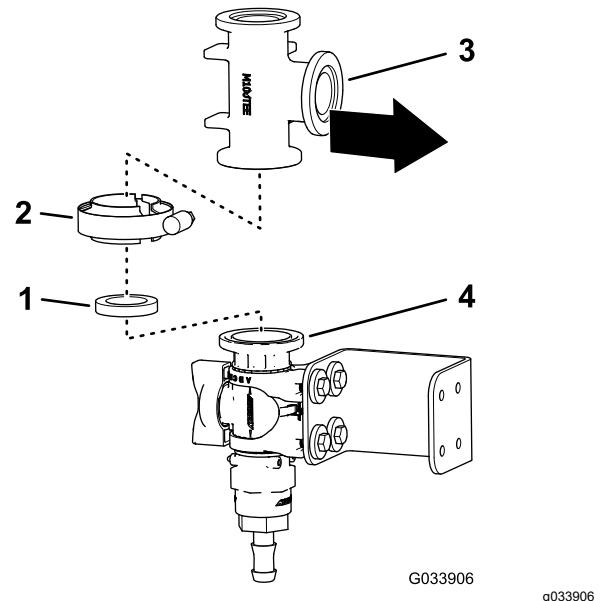

図 29
4. 図 29 のように、T字フィッティングのフランジを、制御バルブのフランジに合わせる。
5. ガスケットとフランジクランプで、T字フィッティングを制御バルブに仮止めする図 29。
4. 制御バルブとT字フィッティング 図 29 と T字フィッティングをセンスチューブ用コネクタ付き 90° フィッティングに固定しているフランジクランプを、手締めする図 31 と 図 34。